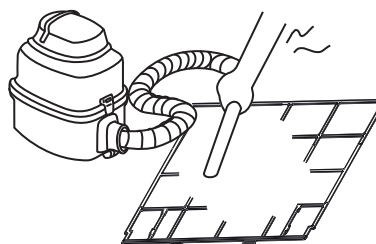

Fig. 6-2
- Le côté d'admission de l'air doit être orienté vers le haut lorsque l'on utilise un aspirateur. (Voir Fig 6-2)